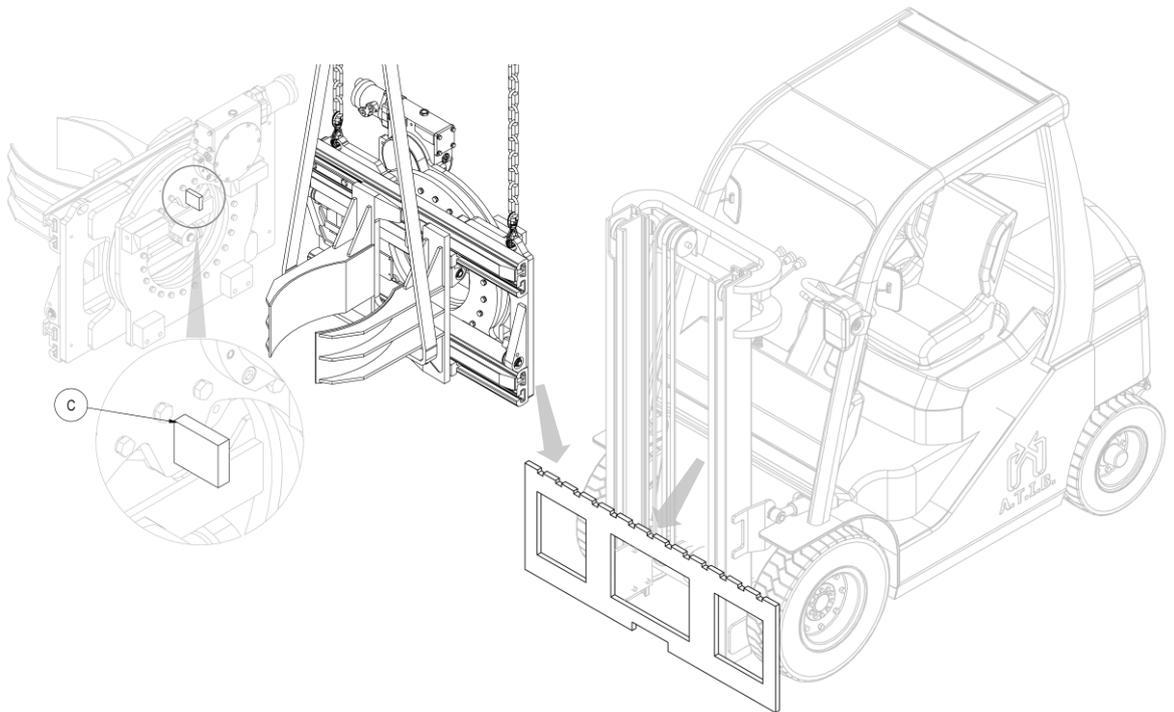

Figure 3
6. À l'aide d'un pont roulant ou d'un palan de portée suffisante, positionner l'équipement sur le tablier porte-fourches, en prenant soin d'insérer la dent de centrage **C** dans l'encoche centrale de ce dernier (voir *Figure 3*).